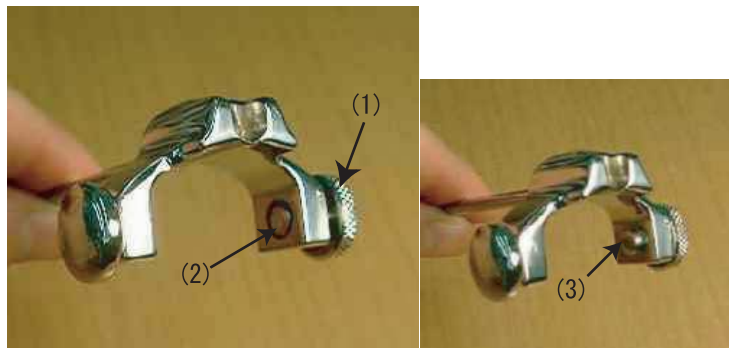

Figure 17-33. Vis du guide de biopsie BE9C
1. Assurez-vous que la vis de fixation est desserrée. Voir Figure 17-33.